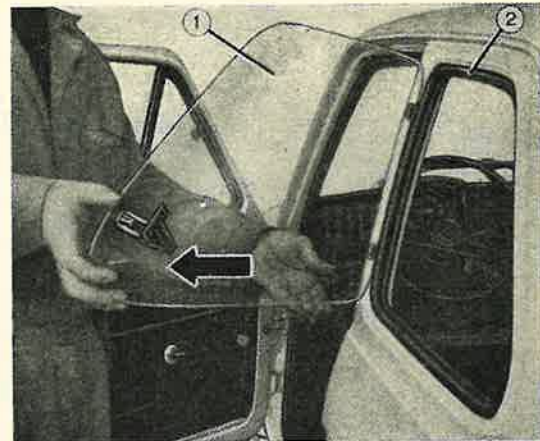

Fig. 99. — Démontage de la glace montée avec dispositif d'entrebaillement.
- Orienter la glace vers l'extérieur comme l'indique la figure 99, afin qu'elle fasse un angle de 90° avec le panneau.